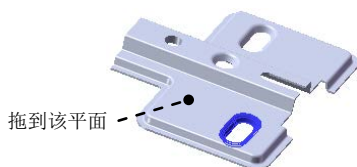

图 16.6.52 成形特征 5
Step9. 创建图 16.6.52 所示的成形特征 5。
(1) 单击任务窗格中的“设计库”按钮, 打开“设计库”对话框。
(2) 单击“设计库”对话框中的 ch16 节点, 在设计库下部的列表框中选择“hinge_shaped_tool_06”文件并拖动到图 16.6.52 所示的平面, 在弹出的“成形工具特征”对话框中单击 按钮。